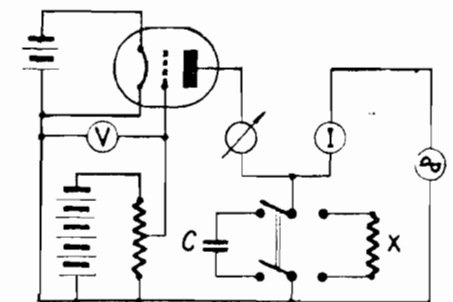

Figure 7
d) Emploi du voltmètre à lampe triode (fig. 7).